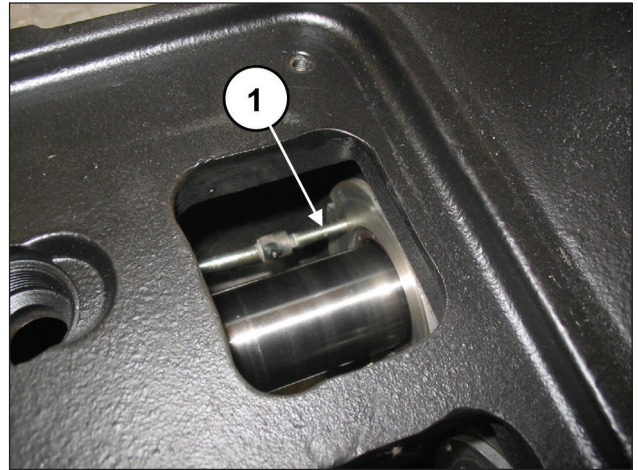
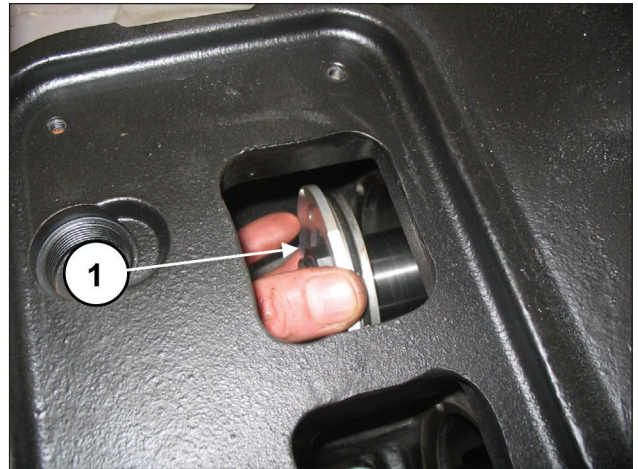

图128
图129
定位活塞导承至下止点，将提取器（代码27516400）以及适配器M5（代码27516500）拧紧至盖子的专用孔（部件号①，图128）中，从泵组（部件号①，图129）中拔出油封盖。